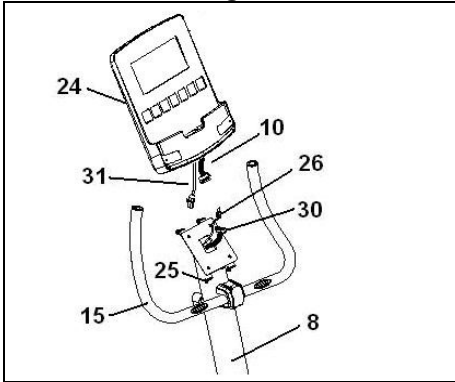

Fig.5
Sujete el tubo de manillar (8) y conecte los terminales de los cables del reenvío (9) y (30) Fig.5.